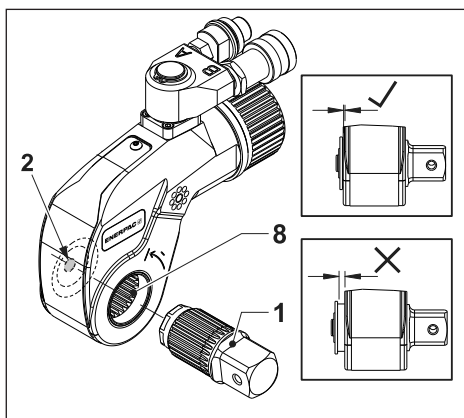

Fig. 3
3.2.1 Feste drivakselen (Fig. 3)
- Før drivakselen (1) inn i skralen (8).
- Trykk på, og hold inne utløserknappen (2).
- Skyv og vri drivakselen (1) til den låses på plass. Slipp deretter utløserknappen (2).
3.2.2 Fjerne drivakselen (Fig. 3)
- Trekk ut drivakselen (1) til den løsner fra låsemekanismen.
- Fjern drivakselen (1) helt fra skralen (8).
3.3 Velge drivretning (Fig. 3)